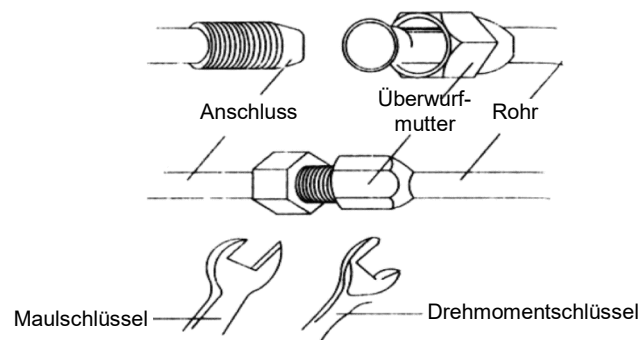

Abb. 18
2. Dann ziehen Sie die Überwurfmutter mit einem Drehmomentschlüssel an, bis der Drehmomentschlüssel klappert (siehe Abb. 18).